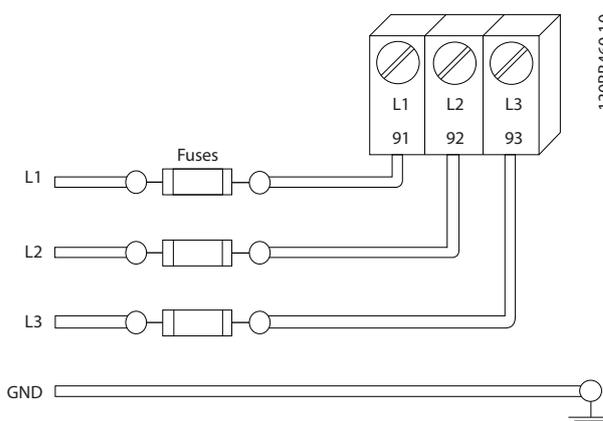

Abbildung 2.6 Frequenzumrichtersicherungen
- Alle Frequenzumrichter müssen mit Kurzschluss- und Überlastschutz versehen werden. Dieser Schutz wird durch Sicherungen am Eingang gewährleistet, siehe *Abbildung 2.6*. Wenn die Sicherungen nicht ab Werk geliefert werden, müssen sie vom Installateur als Teil der Installation bereitgestellt werden. *10.3 Sicherungstabellen* zeigt die maximalen Nennwerte der Sicherungen.